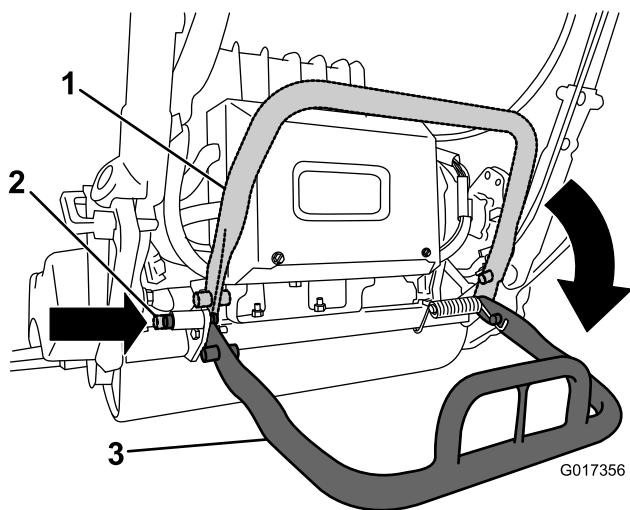

Figura 28
- Para utilizar el caballote mientras desmonta el molinete, bájelo e introduzca el pasador de bloqueo para bloquear el caballote en la posición de mantenimiento (Figura 28).